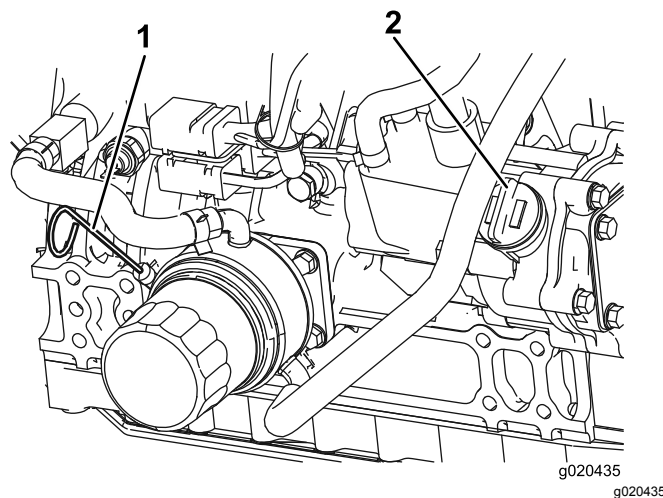

Figura 53
**Nota:** O nível de óleo deve encontrar-se na zona de segurança (Figura 53).
4. Se o nível de óleo se encontrar abaixo da zona de segurança, deverá retirar a tampa de enchimento (Figura 53) e adicionar óleo até que o nível atinja a marca Full (cheio). **Não encha demasiado.**